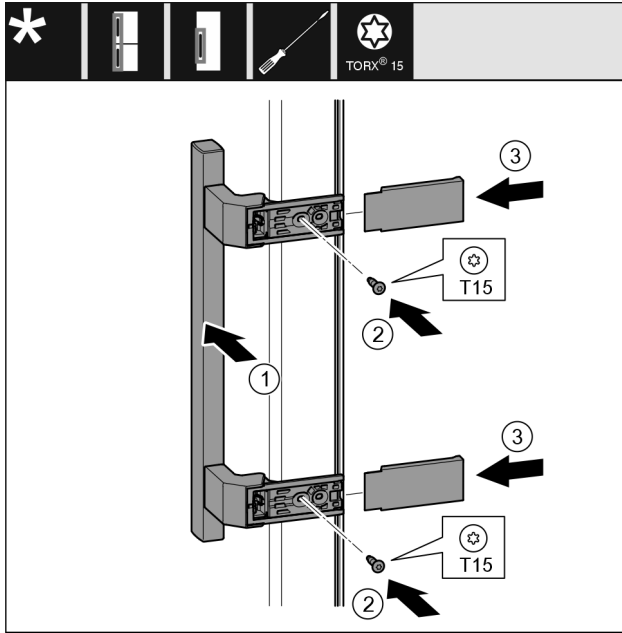

Fig. 35
- ▶ 将把手 Fig. 35 (1) 放到反面。
- ▶ 将螺钉 Fig. 35 (2) 用螺丝刀拧紧。
- ▶ 将盖板 Fig. 35 (3) 放置到侧面并插入。